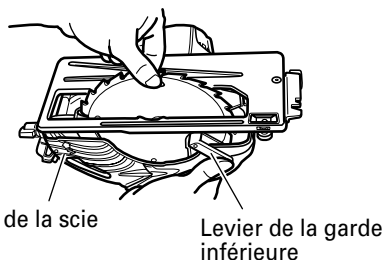

Fig. 17
- (2) Appuyer sur le levier de verrouillage, verrouiller l'arbre et retirer le boulon fileté à gauche et la rondelle (B2) à l'aide de la clé à douille.
- (3) Tout en tenant le levier de la garde inférieure pour maintenir la garde inférieure complètement rentrée dans le carter de la scie, retirer la lame de scie (Fig. 17).